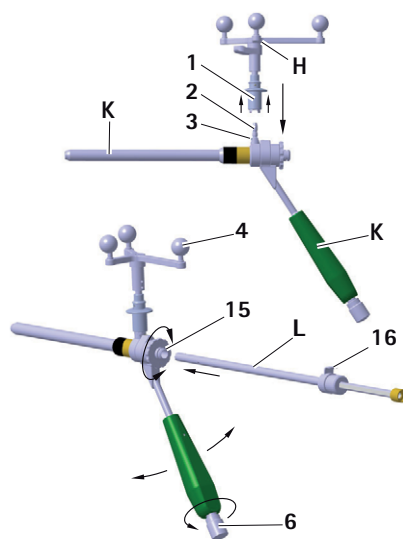

Рис. 12 Установка звездообразного блока Aescular на направляющую втулку S^4C . Введение внутренней втулки для сверления S^4C
- ▶ Для беспрепятственной визуализации камерой отражающих маркерных шариков, ослабить круглую ручку 6 на рукоятке S^4C направляющей втулки S^4C K и повернуть звездообразный блок Aescular H в нужное положение, см. Рис. 12.
- ▶ Внутренняя направляющая для сверления входит в зацепление с внутренней направляющей, и еще все еще можно поворачивать, см. Рис. 12.